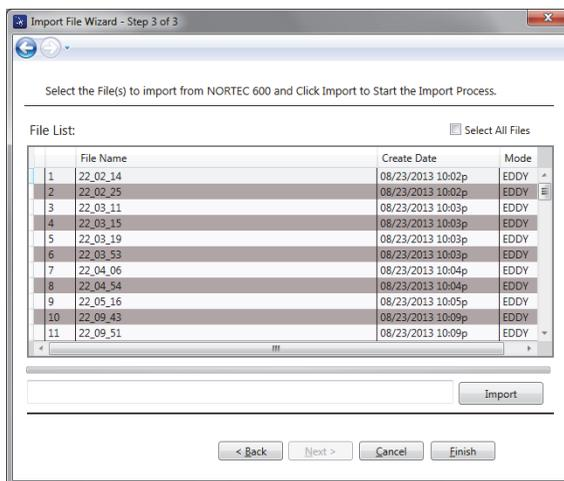

图 6-3 导入文件向导的文件选择步骤
3. 选择要导入的文件，或选择 **Select all files**（选择所有文件）以导入所有文件，然后点击 **Import**（导入）（参见第 287 页的图 6-3）。